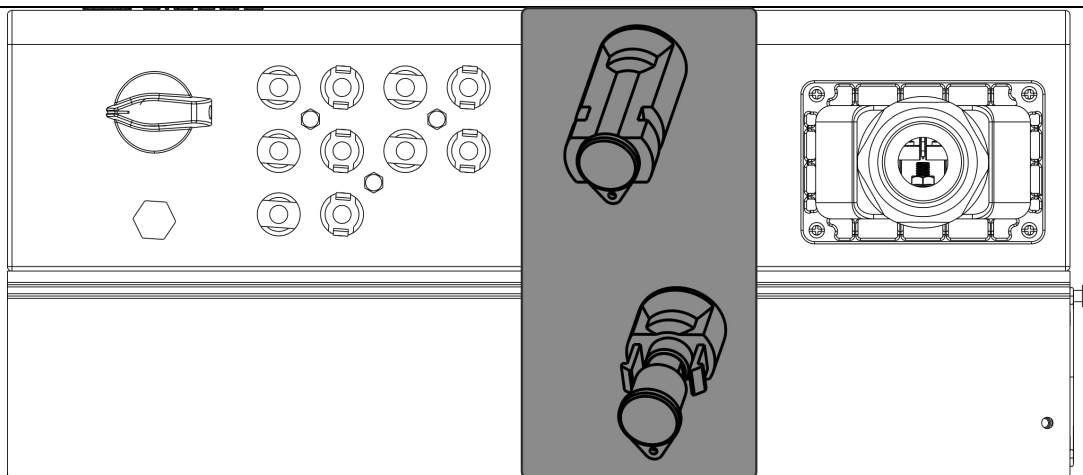

图 3-3 直流侧输入端子
- (1) 制作交流线缆，按图 3-3 步骤 ① 所示剥线；
- (2) 交流线缆依次穿入交流连接器；
- (3) 使用六角扳手固定交流线缆，推荐力矩 1.5N.m；
- (4) 对插交流连接器，并下拉卡扣锁紧（如步骤 ④ 所示）。
SN17PT-C 逆变器支路侧共计有 3 路 PV 输入，在出货时，每一路端子上都带有防尘塞(如图 3-3 所示)，以确保逆变器可达到 IP66 的防护等级。